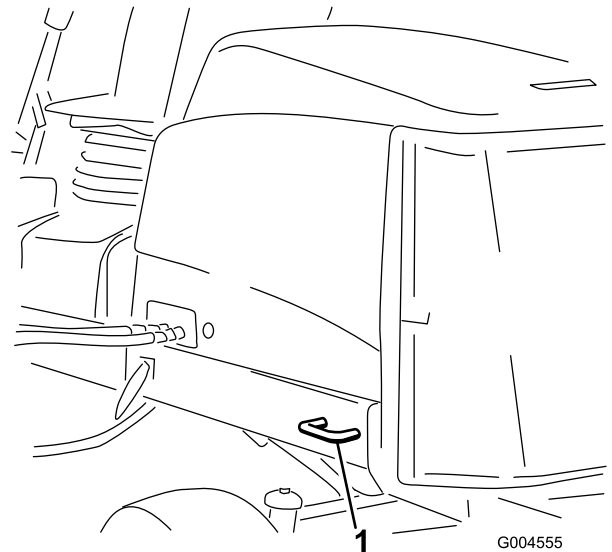

Figura 42
- **Parte trasera de la máquina**—a cada lado de la máquina, en el bastidor trasero (Figura 42).